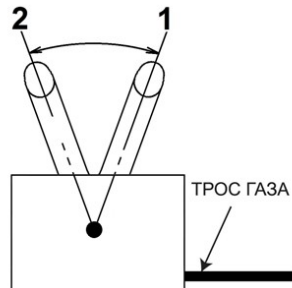

Рис. 12 Положения рычага газа
3. Переведите рычаг газа 7 (Рис. 1) на 1/3 хода в сторону положения максимальных оборотов двигателя (Рис. 12).
1. Переведите двигатель в режим холостого хода, для этого переведите рычаг газа в положение 2 холостых оборотов двигателя (Рис. 12) и дайте двигателю поработать примерно 1 минуту.
1 максимальных оборотов двигателя (Рис. 12).